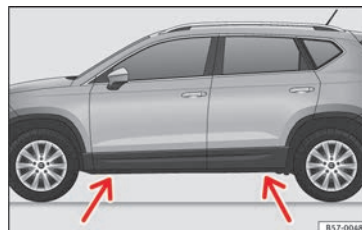

Fig. 72 Traversa: segni.
- Individuare nel longherone il punto di appoggio del cric (zona avvallata) più vicino alla ruota da sostituire » » » **fig. 72.**